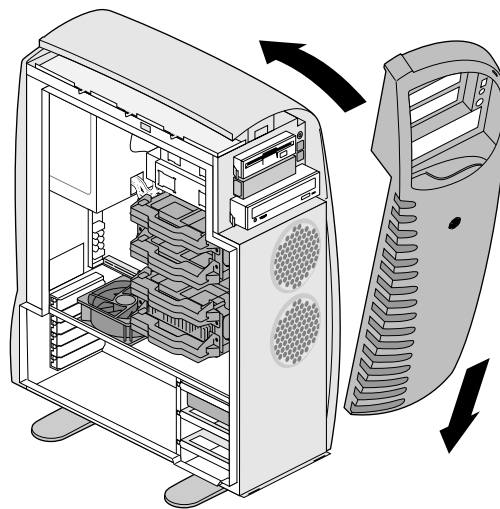

図 2-7 フロントカバーの取り付け方
1. フロントカバーを取り付けるには、まず、本体の下部の溝にフロントカバーのタブをはめ込みます (図 2-7)。